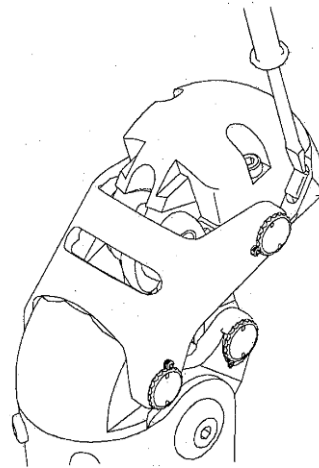

Abb. 11 :
- a) Extensionsanschlag aus Gummi (Abb. 11)